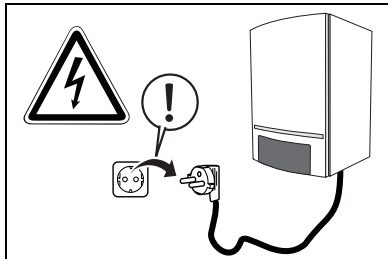

fig. 15 Netstekker eruit nemen
- Neem het cv-toestel uit bedrijf door de netstekker uit de wandcontactdoos te nemen (fig. 15).